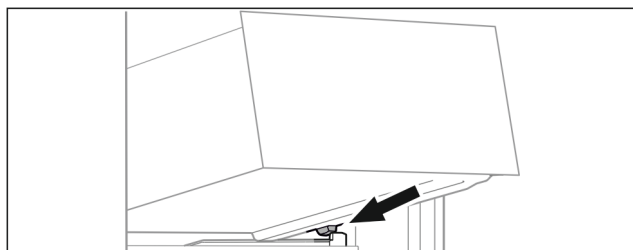

Fig. 79
- Applicare il cassetto inclinandolo dietro i fermi sulla nervatura del contenitore. (vedere Fig. 79)